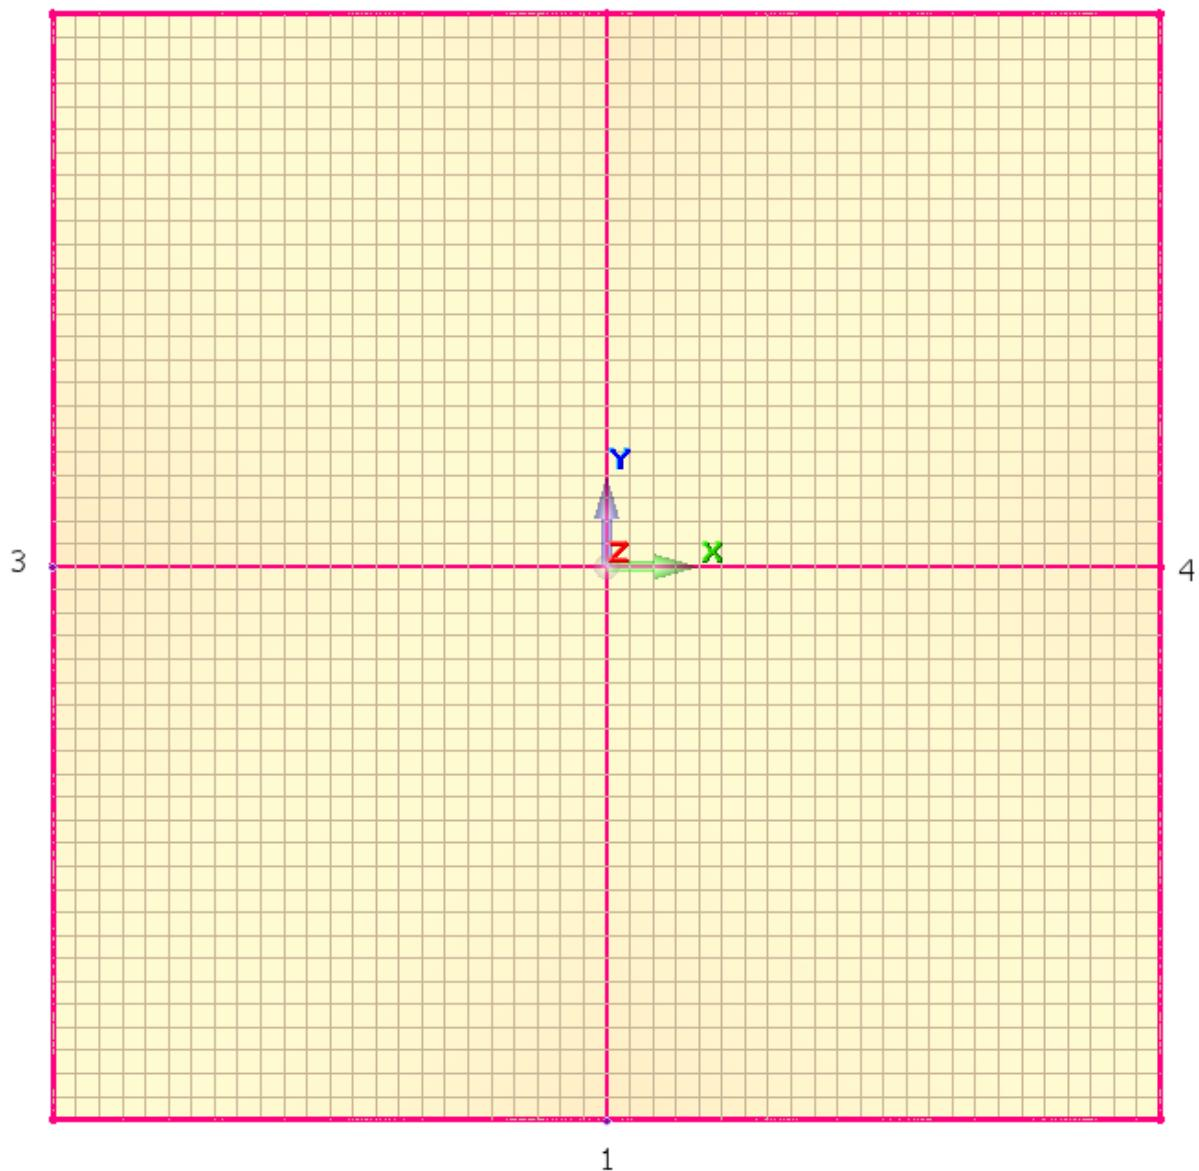

Рис.3.7 Расположение внутренних балок в модели. 1 и 2 – точки начала и конца первой балки, 3 и 4 – второй
- Произведите построение 2-х балок, последовательно указывая левой кнопкой мышки начало и конец для каждой из балок (рис.3.7)